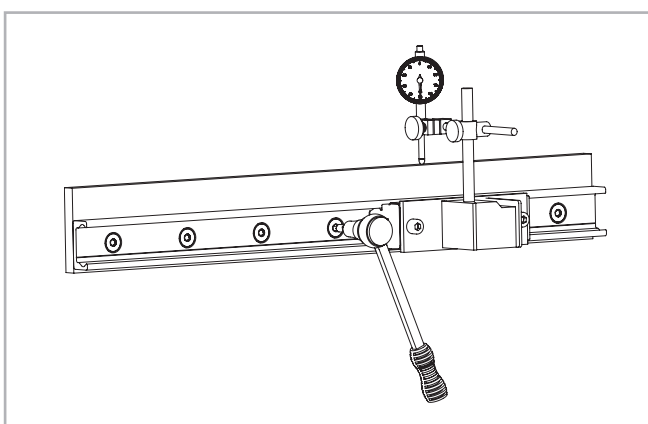

Fig. 158
(2) Montez un comparateur sur le patin de manière à pouvoir mesurer le décalage du rail par rapport à une ligne de référence. Mettez à présent le patin en place au centre du rail et réglez le comparateur sur zéro. Déplacez le patin de respectivement deux trous vers l'avant et vers l'arrière tout en ajustant soigneusement le rail. Serrez ensuite les trois vis situées au milieu de cette zone au couple de serrage prescrit, voir fig. 158.
(3) Positionnez maintenant le patin à l'une des extrémités du rail et ajustez avec précaution le rail à la valeur zéro du comparateur.